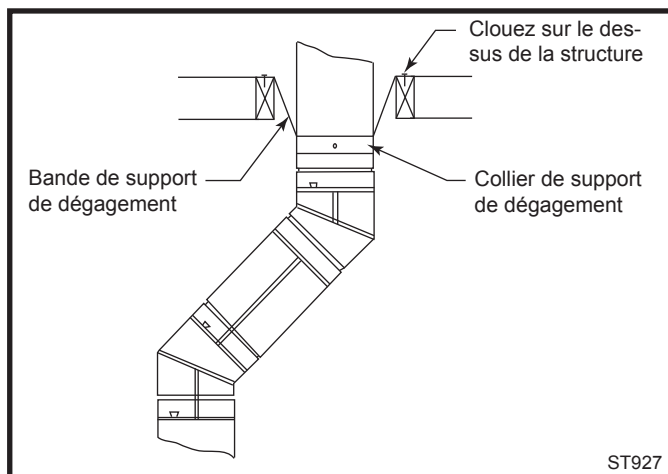

Fig. 38 Support de dégagement.
Si des dégagements sont nécessaires dans les installations verticales, un support de dégagement (OS) doit être installé directement au dessus du coude situé le plus haut. Attachez la bande du support de dégagement au tuyau à l'aide de deux (2) (minimum) vis à métal #8 x 1/4 po et sécurisez l'autre extrémité de la bande à une structure environnante. (Fig. 38)